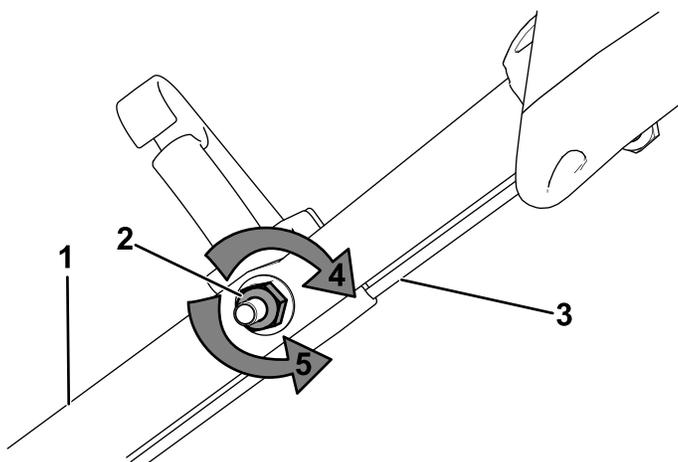

Рисунок 29
1. Поверните регулировочную гайку против часовой стрелки, чтобы ослабить натяжение троса (Рисунок 29).
2. Отрегулируйте натяжение троса (Рисунок 29), потянув его назад или вперед, затем удерживайте в этом положении.